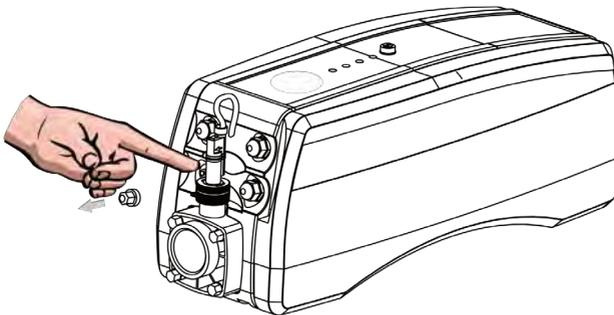

Fig 7.
**Solución:** Retire la cubierta del botón negro y pulse el botón rojo para restablecerlo (consulte la fig. 7) Si se siente un clic, deberá investigarse la causa de la activación que podría ser la acumulación de desechos o una bolsa de aire atrapado dentro del tubo de flujo del calefactor.